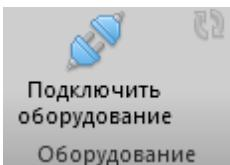

Рисунок 5
- Нажать кнопку «Подключить оборудование» в окне программы (рис. 5).